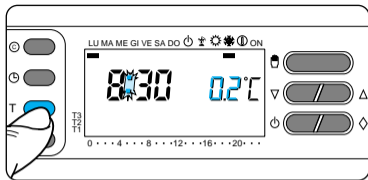

Fig. 77
15.3 - Pulse el botón T (fig. 77).